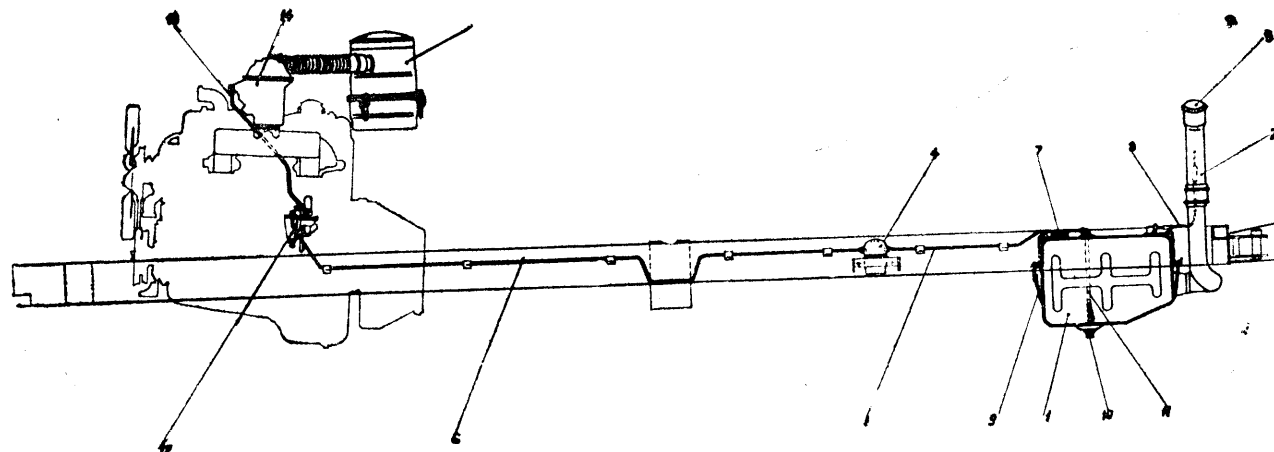

Abb. 53. Kraftstoffzufuhranlage.
3.9.1. KRAFTSTOFFPUMPE (12 Abb. 53).